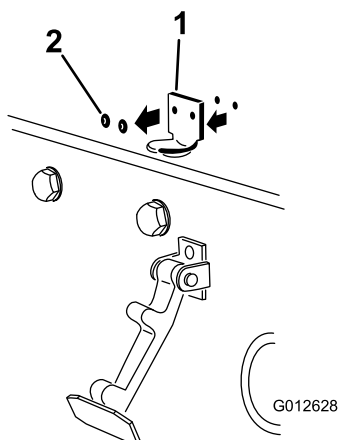

Figure 15
2. Retirez les 2 rivets qui fixent le support du loquet au capot (Figure 15) et déposez le support du capot.